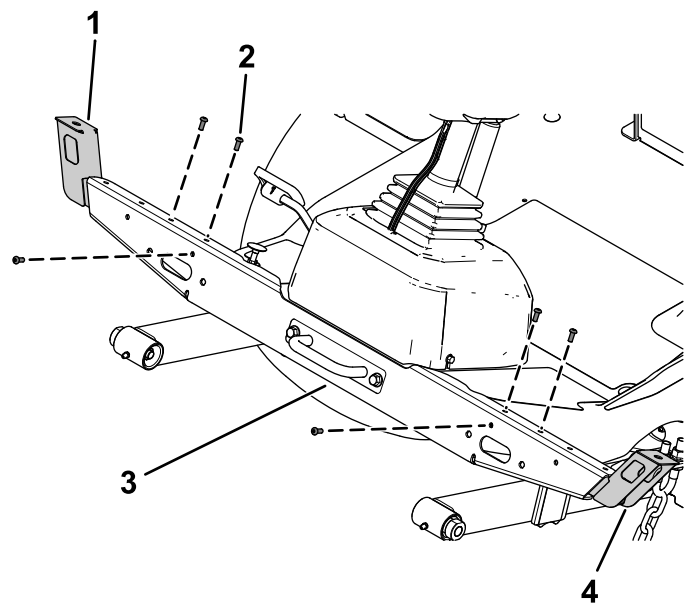

Figure 19
3. Fixez le support du feu gauche et le support du feu droit sur le support transversal en vissant 3 boulons à tête ronde ($\frac{1}{4}$ " x $\frac{5}{8}$ ") dans les écrous rapides de chaque côté (Figure 19).